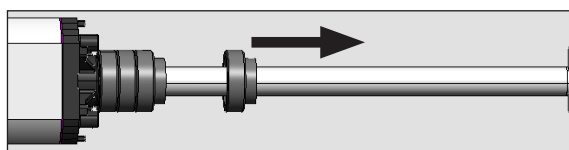

Fig.25
4. Enlever toutes les entretoises éventuellement présentes (Fig. 25).